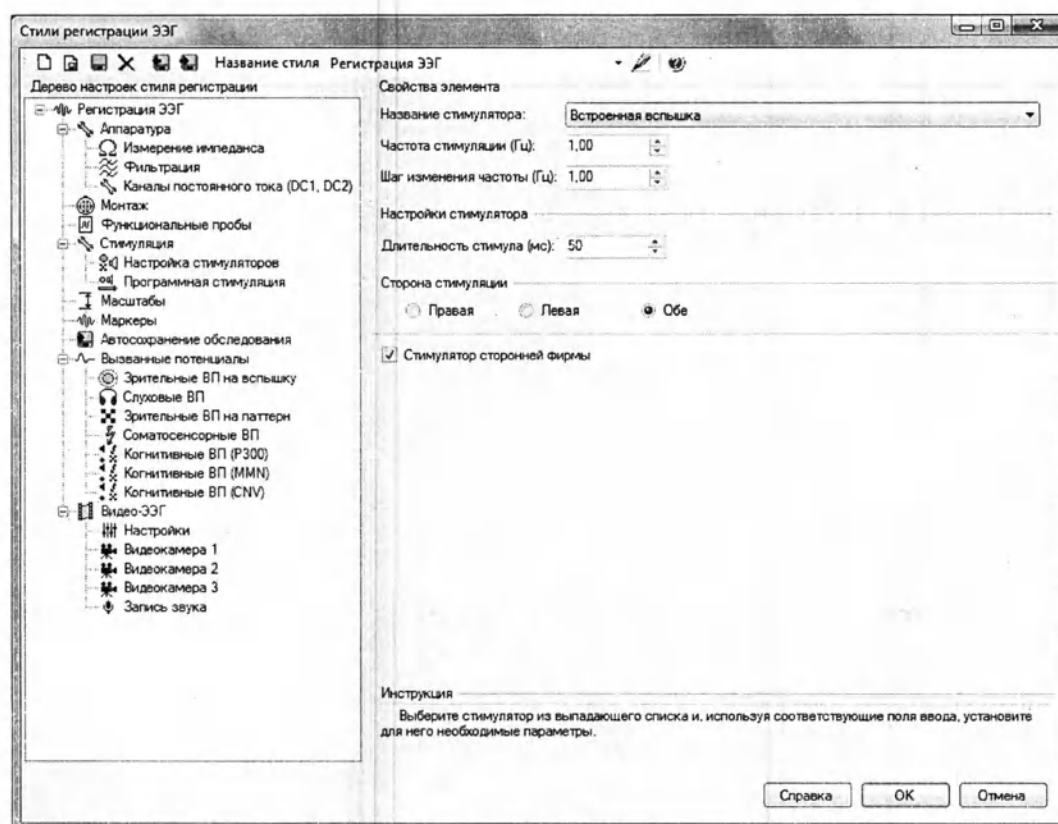

Рис. 47. Настройка запуска регистрации от внешнего стимулятора
3. Запустите программу «Нейрон-Спектр.NET», в настройках параметров стимуляции для стимулятора установите флажок «Стимулятор сторонней фирмы» (рис. 47).